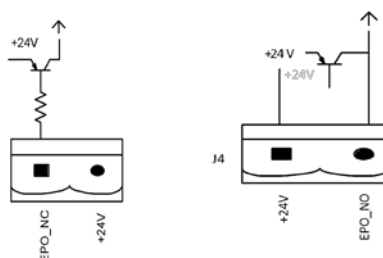

Рисунок 11 - Схема входного порта для дистанционной подачи команды EPO
Для дистанционной подачи команды EPO используется входной порт J4. При этом в обычном режиме нормально замкнутый контакт (NC) подключен к напряжению +24 В, и команда EPO срабатывает при отключении контакта NC от +24 В или при замыкании нормально разомкнутого контакта (NO) на потенциал +24 В. Схема порта показана на рис. 11, описание порта приводится в таблице 1-4.